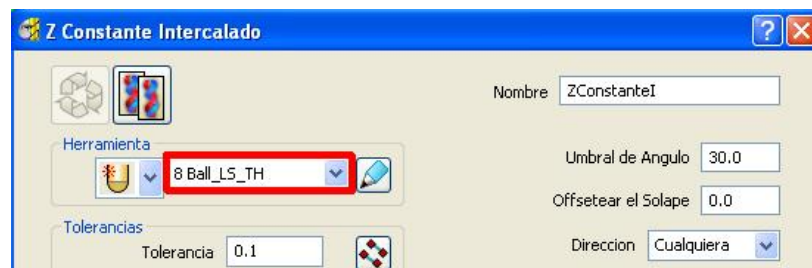

Figura 2.176 Herramienta creada en el cuadro de diálogo de la trayectoria.
- Hacer clic para Cerrar para actualizar el cuadro de diálogo de la trayectoria con la nueva herramienta (Figura 2.176).